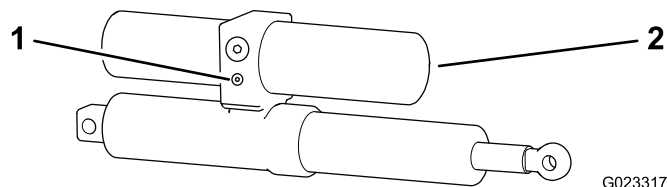

Figura 20
1. Coloque a válvula de descarga manual no accionador para cada rampa (Figura 20).